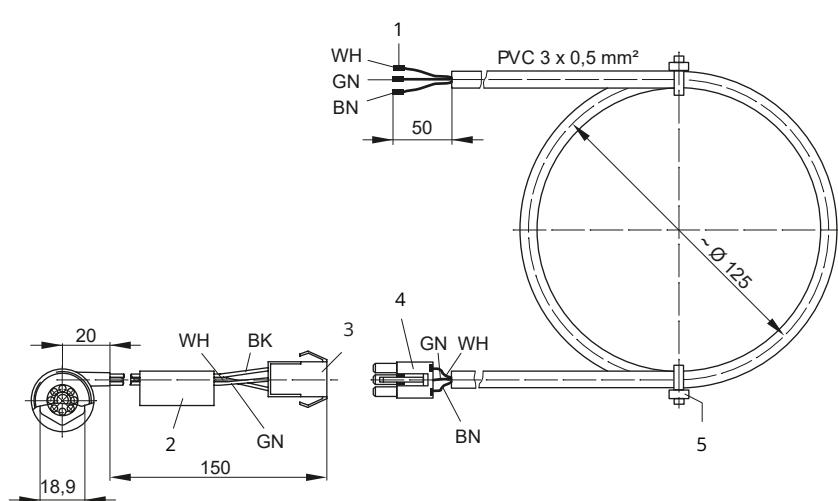

Bild 9: Verlängerungsleitung für Wasserströmungssensor
- ⇒ Anschluss nach Bild 9 vornehmen.